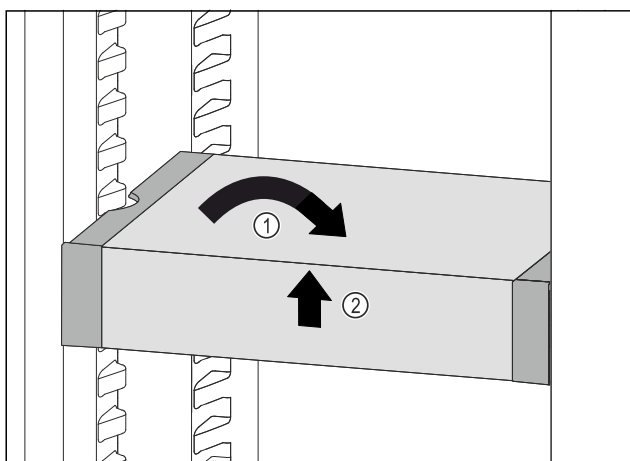

Fig. 88
- VarioSafe postavte rovno. Fig. 88 (1)
- VarioSafe nadvihnite vpred. Fig. 88 (2)